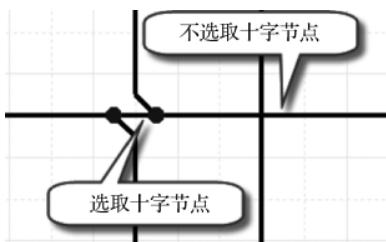

图 2-23 十字节点的选取
- (4) 转换十字节点：开启此项设置之后，在两条导线进行交叉连接时会显示电气节点；反之，不会形成节点，外观上为十字交叉，如图 2-23 所示。一般推荐此项不勾选。